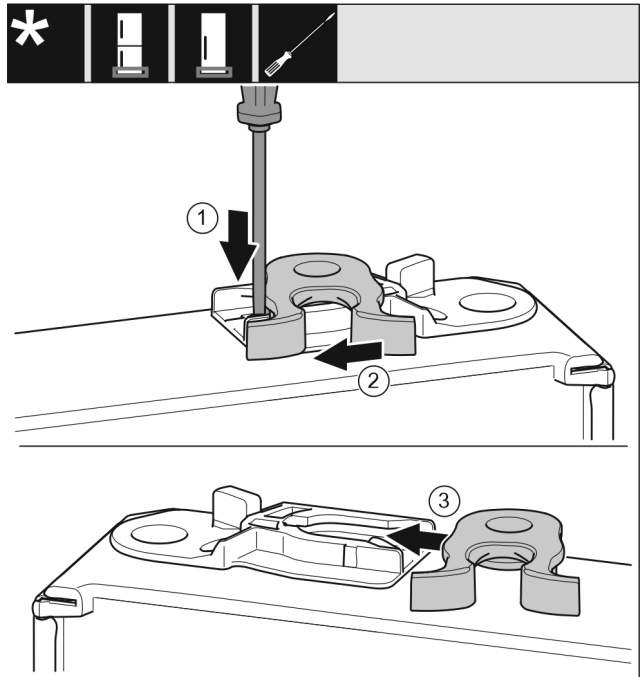

Fig. 18
- 用带槽螺丝刀向下按住接片。 Fig. 18 (1)
- 将锁钩从导向装置拉出。 Fig. 18 (2)
- 将另一侧的锁钩推入导向装置。 Fig. 18 (3)